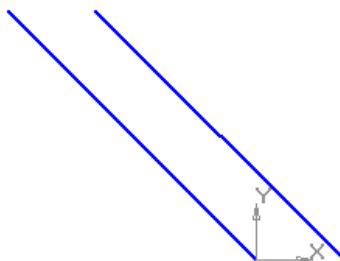

Рис. 8.10. Построение параллельных отрезков с помощью операции копирования.
- 7) прервите выполнение команды (рис. 8.10).